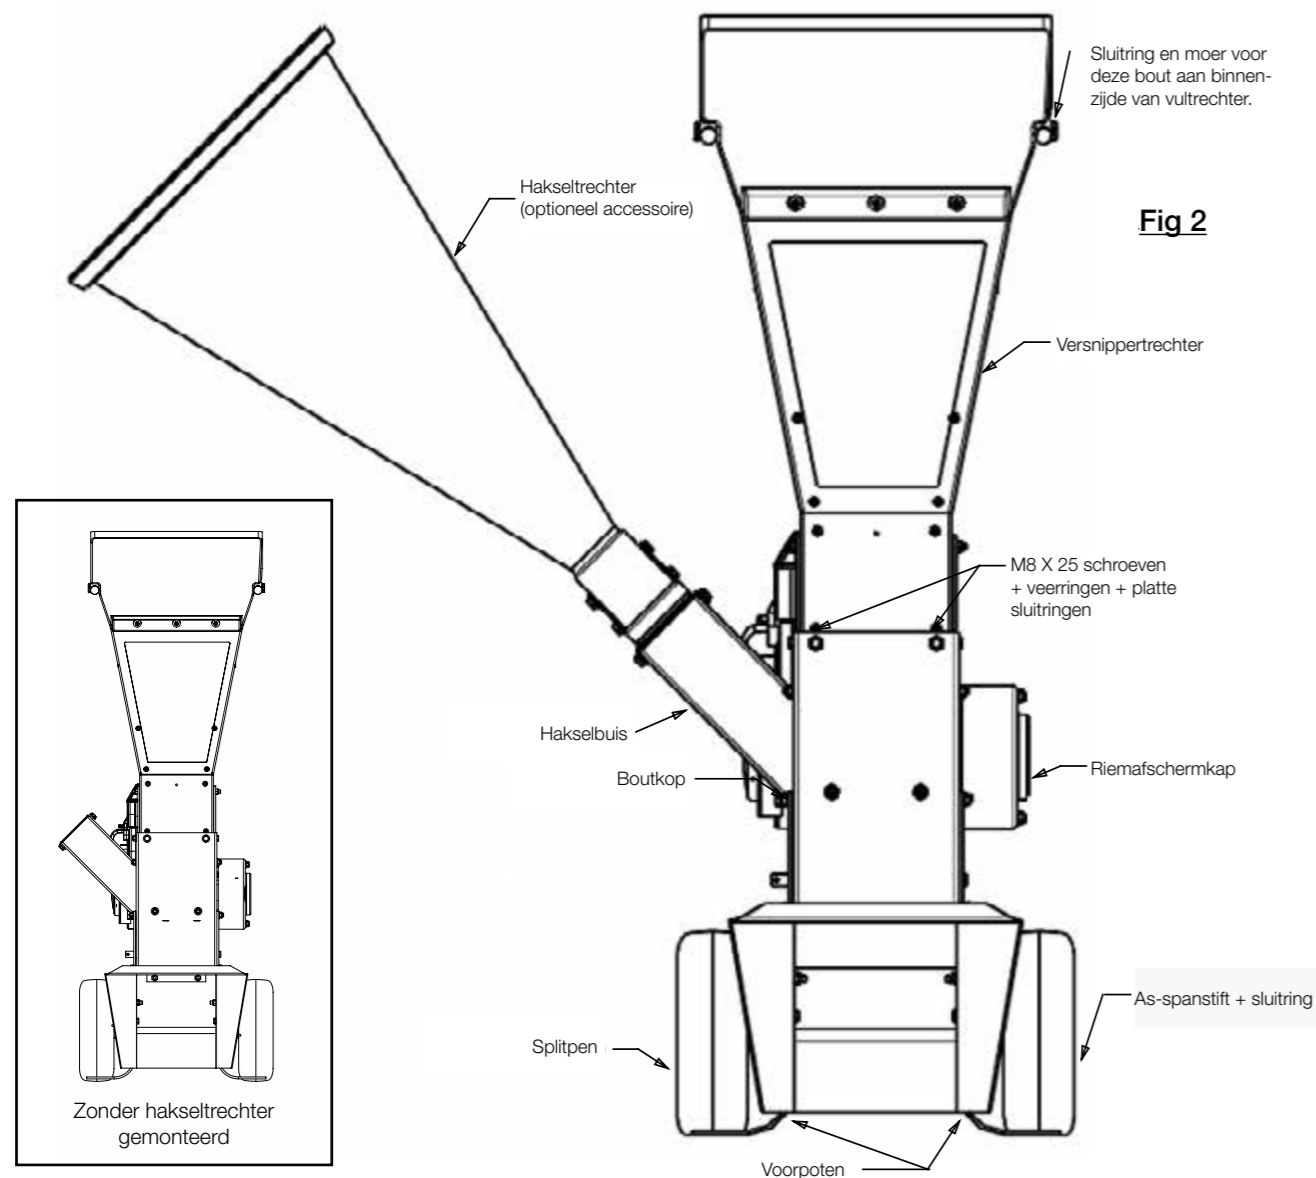

Fig 2
8. Maak de versnippertrichter vast aan het chassis door middel van twee 8-mm x 20-mm schroeven en twee trechterhouders, met platte sluitringen en veerringen op de schroeven aan de voorkant en met twee nyloc moeren buiten de trechter aan de zijkanten. Zie Fig. 2.
9. Maak de hakseltrechter vast aan de versnipperbuis en zet de klem vast (zie Fig 2).